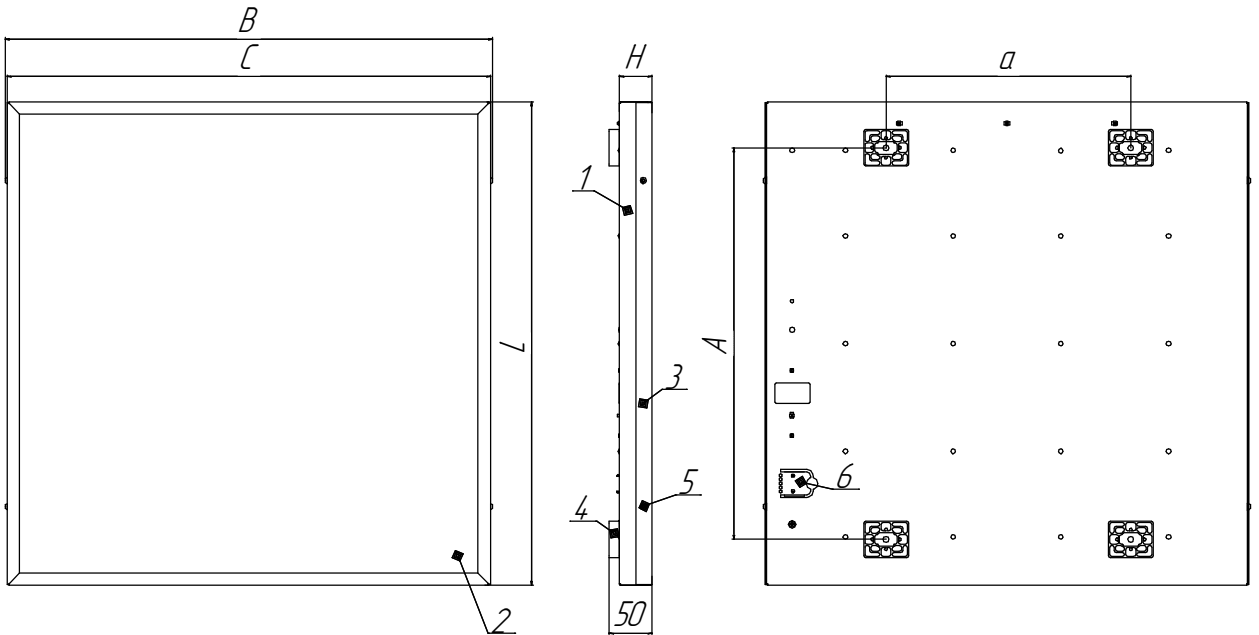

Рисунок 1 - Светильник серии ДПО12
5.6 Снимите боковую планку поз.3, отвернув удерживающие ее винты поз.5 (см. рисунок 1).